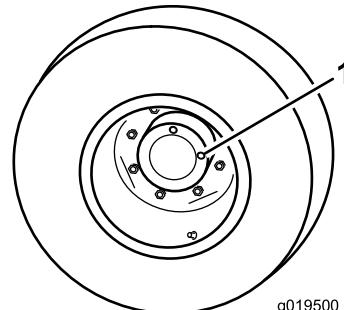

Figura 12
1. Con la máquina en una superficie nivelada, coloque la rueda con un tapón de verificación (Figura 12) en la posición de las 12 y el otro en la posición de las 3.
1. Tapón de verificación/drenaje (2)
2. Retire el tapón de la posición de las 3 (Figura 12). El aceite debe llegar a la parte inferior del orificio del tapón de verificación.